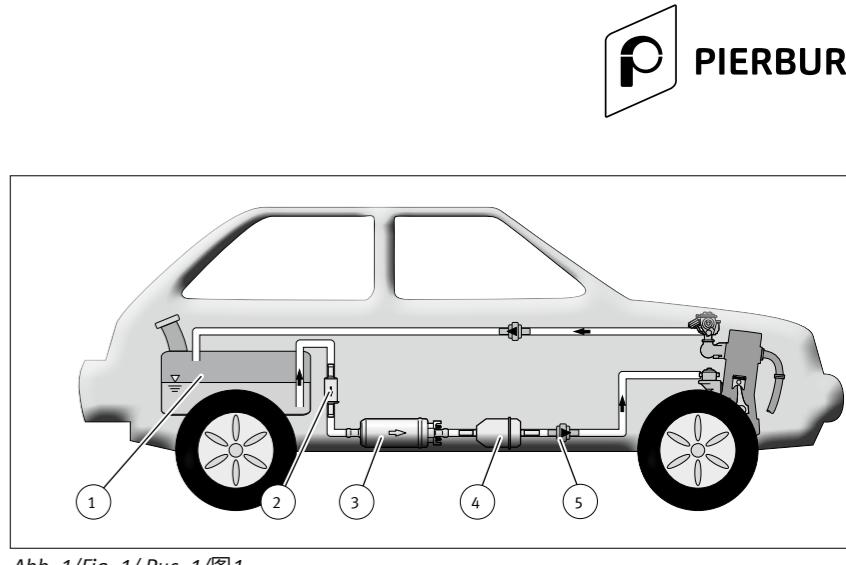

Abb. 1/Fig. 1/Puc. 1/图1
- E1F (3) 应装在管路内。
- 在管路充满油的情况下,最大的抽吸高度为 500mm。因此必须将其深置(“潮湿”,在液面下)并安装在油箱附近(1) (请参阅图 1)。
- 网式滤清器(2) 的更换间隔必须与燃油滤清器(4) 相同。
- 为了不让燃油管路无油运行,应在始流管和回流管中安装一个止回阀(5) 和(6) (请参阅皮尔博格目录)。